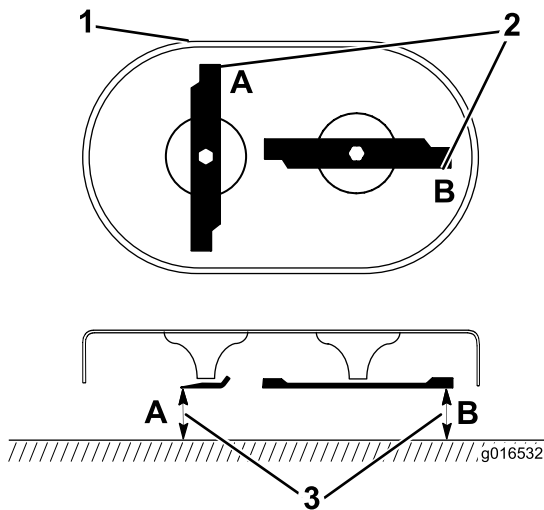

Figura 31
1. Gire las cuchillas hasta que estén posicionadas según se muestra en Figura 31.
2. Mida desde una superficie nivelada hasta los filos de corte, en las posiciones A y B (Figura 31) y anote las dimensiones.